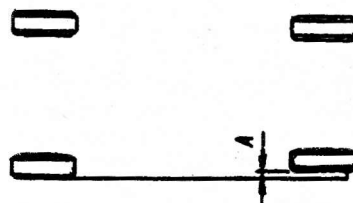

Рис. 164. Проверка установки левого переднего колеса для езды по прямой
- изменением длины левой рулевой тяги установить левое колесо в положение езды по прямой. При этом рулевое колесо не должно поворачиваться. Установку движения по прямой можно проверить шнуром, натянутым от заднего левого до переднего левого колеса на высоте их центров. На заднем колесе между шиной и шнуром необходимо установить проставку толщиной А (рис. 164) равной 36—36,5 мм. Шнур должен касаться шины переднего колеса одновременно спереди и сзади;